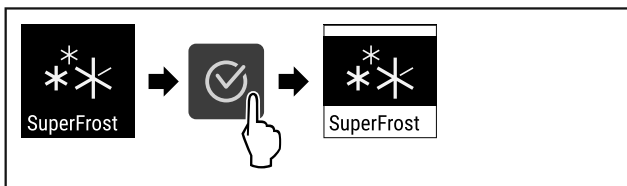

Fig. 64
- ▶ Провести етапи операцій (див. Fig. 64) .